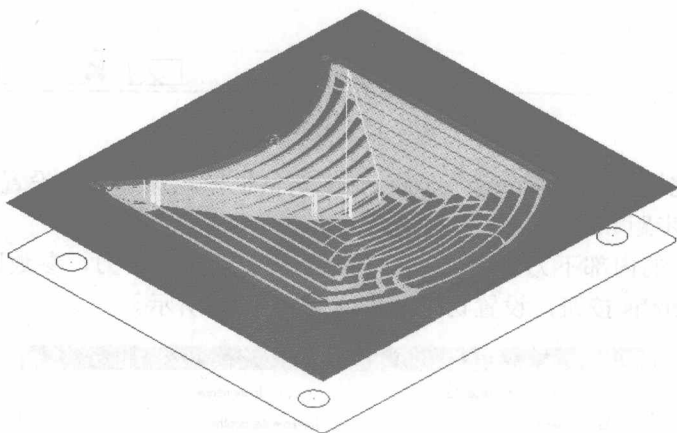

图 1-14 3D 曲面挖槽刀具路径
⑨ 单击对话框中的 ☒ 按钮，系统产生如图 1-14 所示的曲面挖槽刀具路径。
⑩ 在操作管理器中选择 1 - Surface Rough Pocket，单击  按钮，弹出 Backplot 对话框。单击键盘的 R 键，模拟刀具路径，检查刀具铣削路径有无问题。刀具路径如图 1-14 所示。
⑪ 在操作管理器中单击 （隐藏/显示刀具路径）按钮，使图标变成灰色，关闭当前的刀具路径显示。按 Alt+A 组合键保存平板盖前模文件。
(2) 继续选取 $\Phi 25R5$ 镶合金圆刀粒的圆鼻刀，用 3D 曲面挖槽刀路对平板盖的前模的底部曲面进行精加工。
① 在屏幕左方刀路操作管理区内（或单击下拉式菜单）单击鼠标右键，依次单击主菜单中的 Mill toolpaths / Surface rough / Pocket 命令。依次单击 All... 按钮，在弹出的 Select All